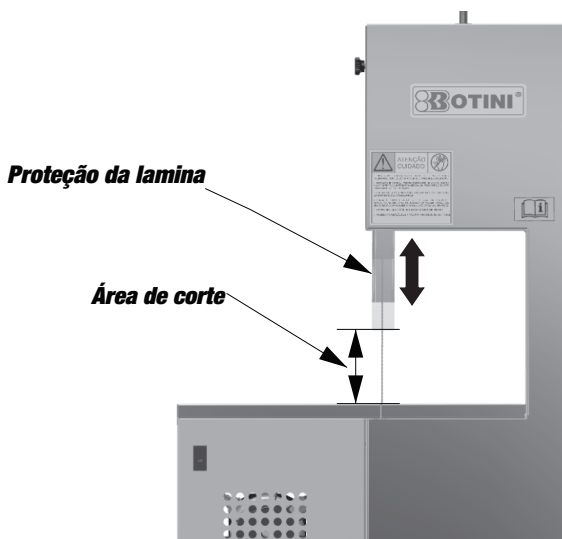

Figura 2
1.1.12 A fim de evitar acidentes, ajuste a posição da proteção da lamina (42 ou 43) de acordo com área de corte ocupado pela peça a ser cortada, conforme figura 2. **Este procedimento deve ser realizado com o aparelho totalmente desligado.**